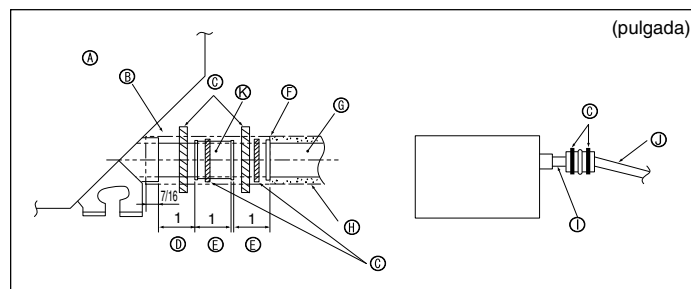

Fig. 5-2
- ① O.D. ø32 mm, 1-1/4 pulgadas TUBO ② Pendiente de descenso de 1/100 o más PVC
③ Hágalo lo más ancho posible ④ O.D. ø38 mm, 1-1/2 pulgadas TUBO PVC para agrupación de tuberías. (9 mm, 23/64 pulgada o mayor aislamiento)
⑤ Unidad interior ⑥ Haga la medida de la tubería ancha para la agrupación de tuberías
⑦ Hasta 850 mm, 33-7/16 pulgadas
- Conecte el tubo de desagüe (suministrado con la unidad) al orificio de desagüe. (Fig. 5-2) (Sujete el tubo con cinta aislante y asegure la conexión con una abrazadera.)
- A Unidad ⑤ Tubo de drenaje (O.D. ø32 mm, 1-1/4 pulgadas PVC TUBO)